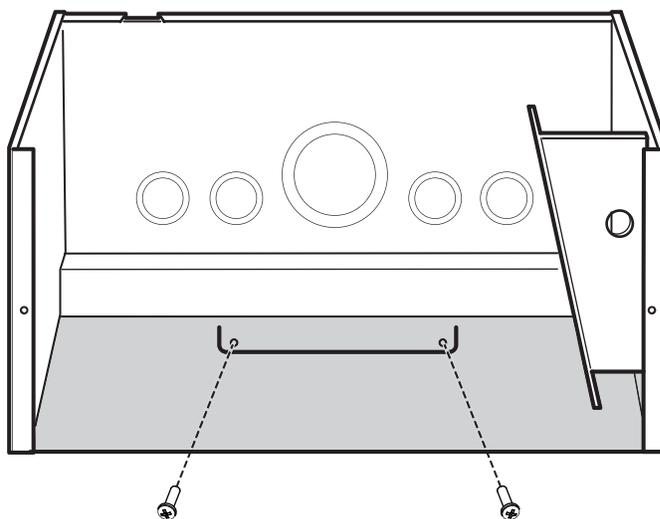

Figure 2-9 Montage au mur de la boîte de dérivation
- À l'aide de deux vis (non fournies), fixer le support sur le bord inférieur du panneau arrière au mur. Voir Figure 2-9.